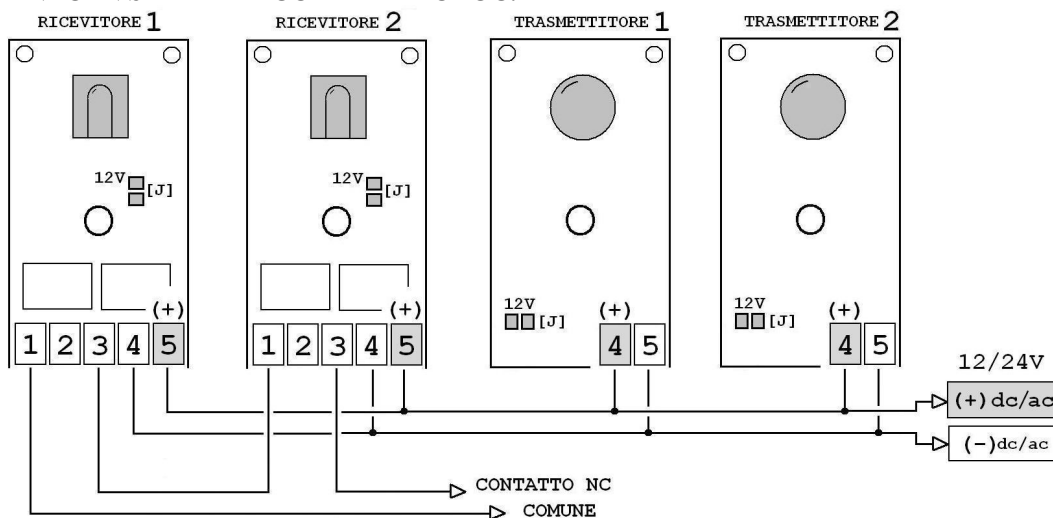

FIG. 7
- 3) Inserire i circuiti nelle basi, collegandoli come raffigurato in figura 6 se si utilizza una sola coppia di fotocellule. Se è necessario collegare 2 coppie di fotocellule sullo stesso ingresso della scheda, effettuare il collegamento in serie dei contatti normalmente chiusi NC (vedi fig. 7).